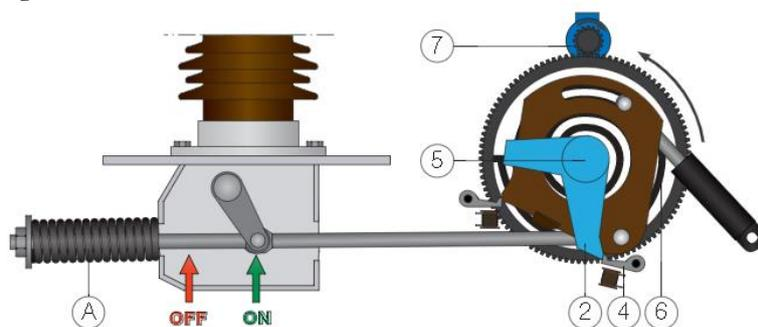

Рис. 6. Взвод пружины включения
4. Взвод пружины включения. Выключатель включен. Концевой выключатель подает питание в цепи управления двигателем. Электродвигатель (7) начинает работать и взводит пружину включения (6), при этом положение главного вала (5) и приводного рычага (2) фиксируется включающей защелкой (4). Когда произойдет полное взведение пружины включения, концевой выключатель разомкнет цепь питания электродвигателя. При необходимости включающую пружину можно взводить рукояткой, которая находится в шкафу привода (рисунок 6) [2].